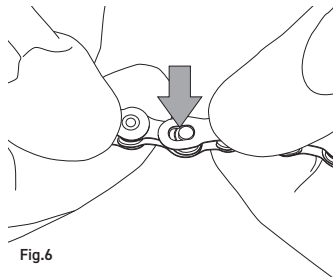

Fig.6
- Insérez les axes dans la zone ayant le plus grand diamètre des fentes du C-Link™ (Fig. 6).